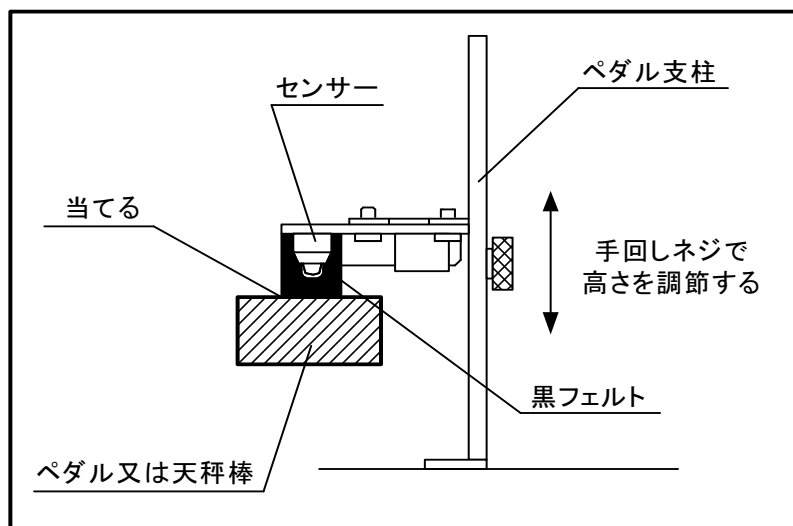

図3.5-2 センサー部の高さ調整
(2) ペダルを踏み込まない状態で、図3.5-2の様に手回しネジで高さを調節して、ペダルや天秤棒の上面にセンサーの黒フェルト部が当たることを確認する。